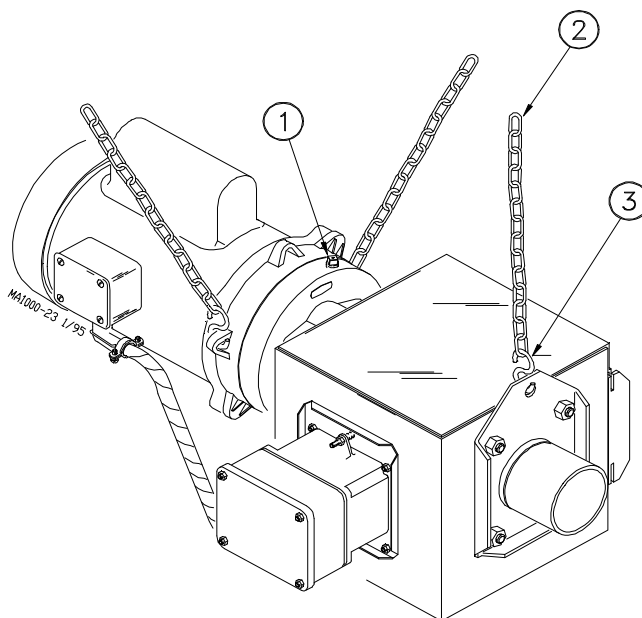

Figura 14. Suspensión de la unidad de control y unidad de potencia
Las unidades de potencia requieren soporte adicional para resistir el retorcimiento producido cuando el motor arranca y para. Usar todas las "orejas" en la cabeza de engranaje como asimismo el punto de suspensión provisto en la caja de la unidad de control 6500 para sostener la unidad de potencia. Ver la Figura 14 en la página 24.
5. Sujetar la unidad de potencia y la unidad de control bien firmes. Se proveen medios en la cabeza de engranaje y el tubo de anclaje para suspender el equipo con una cadena y ganchos en S suministrados con el sistema de distribución de alimento. Ver la Figura 14. NOTA: Se pueden emplear otras maneras de sostener el sistema de distribución de alimento donde sea posible, siempre y cuando los soportes no dejen que el equipo se pandee ni que se formen puntos planos en los tubos del sinfín.